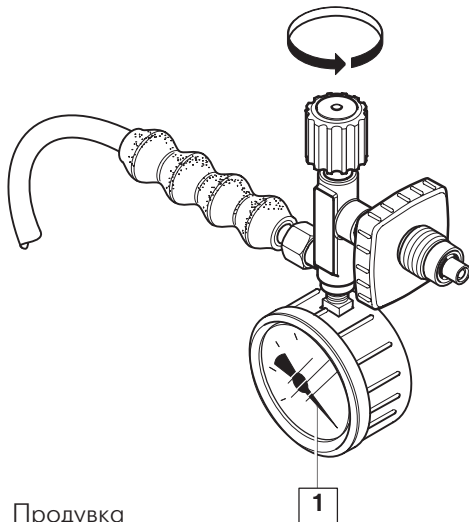

Рис. 8 Продувка
- Откройте заправочный клапан (рис. 8), подождите пока выйдет воздух и мин 1-2 минуты продувайте, т.е. выпускайте сжатый воздух в атмосферу.